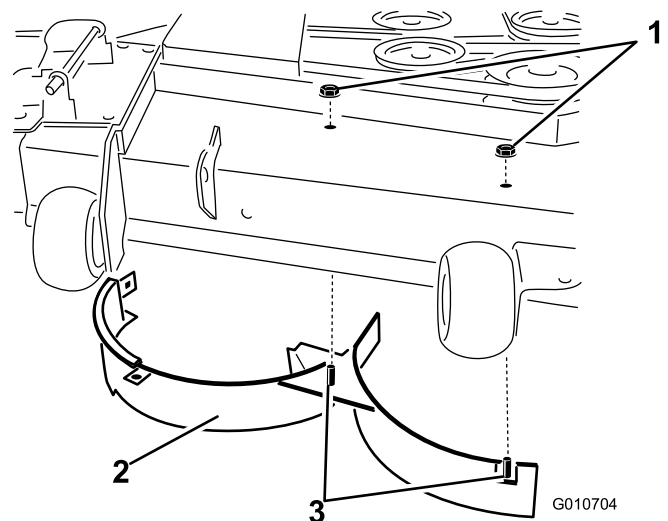

Bild 33
11. Entfernen Sie die zwei Sicherungsmuttern (5/16 Zoll) mit denen die geschweißten Pfosten des rechten Ablenkblechs oben am Mähwerk in der Mitte und rechts von der Mitte befestigt sind (Bild 33). Entfernen Sie das rechte Ablenkblech vom Mähwerk.